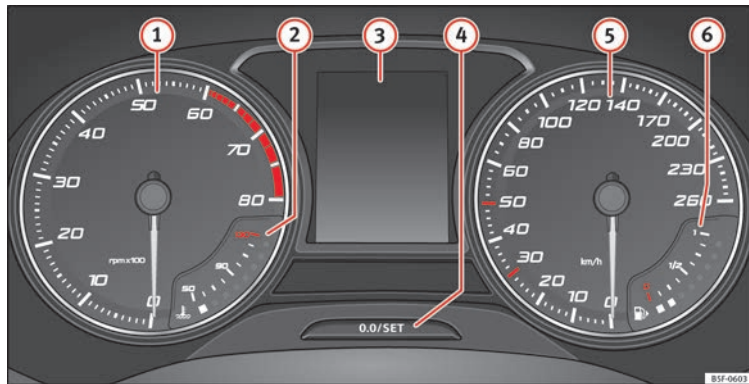

Abb. 82 Display des Kombi-Instrumentenbretts in der Instrumententafel.
» **Abb. 82:**
Der Drehzahlmesser zeigt die Motordrehzahl pro Minute an »» **Abb. 82** ⓘ
Die Nadel des Drehzahlmessers ⓘ »» **Abb. 82** darf den roten Bereich nur für einen kurzen Moment erreichen, andernfalls besteht die Gefahr eines Motorschadens.
Beim Einschalten der Zündung können im Display des Kombiinstrumentes »» **Abb. 82** ⓘ je nach Fahrzeugausstattung verschiedene Informationen angezeigt werden:
- Drücken Sie kurz die Taste » **Abb. 82** ④, um den Tageskilometerzähler auf 0 zurück zu setzen.
- Wenn Sie die Taste ④ drei Sekunden lang gedrückt halten, wird der vorherige Wert angezeigt.
- Zum Einstellen der Uhrzeit die Taste » **Abb. 82** ④ länger als 3 Sekunden gedrückt halten, um die Anzeige für Stunden oder Minuten auszuwählen.
- Zur weiteren Einstellung den oberen bzw. unteren Bereich der Taste ④ drücken. Zum Schnelldurchlauf gedrückt halten.
- Erneut die Taste ④ drücken, um die Einstellung der Uhrzeit abzuschließen.
Die Taste » **Abb. 82** **4** länger als 15 Sekunden gedrückt halten, um die Motorkennbuchstaben (MKB) des Fahrzeugs anzuzeigen. Dazu muss die Zündung ein- und der Motor ausgeschaltet sein.